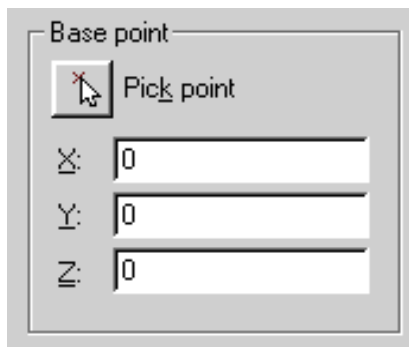

Рис. 196
3) в области Base point (Базовая точка) задать координаты базовой точки вставки или нажать на кнопку Pick point (Указать) для выбора базовой точки с помощью устройства указания (рис. 196);